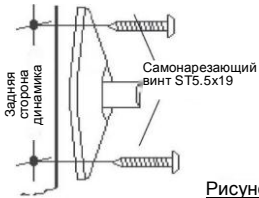

Рисунок 6
- Просверлите направляющие отверстия сверлом 1/8". Глубина отверстий не должна превышать 1/2" (рисунок 6).